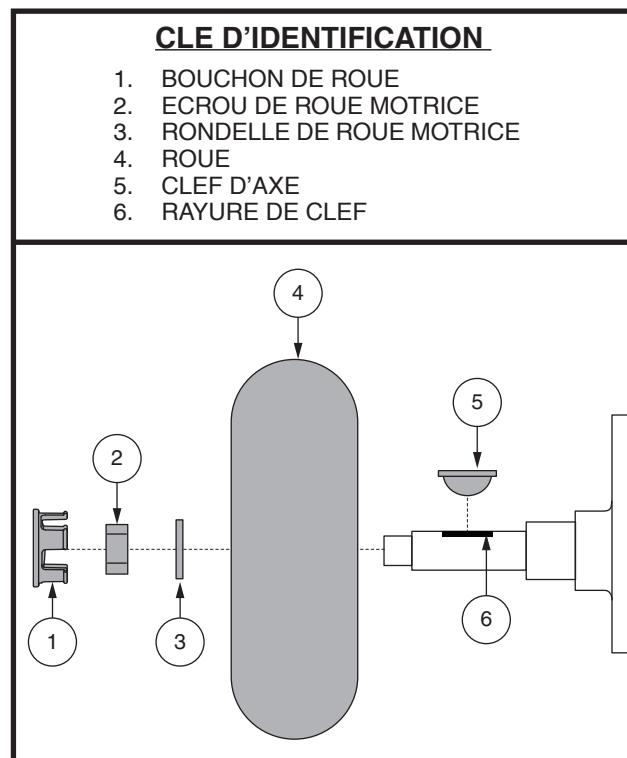

Figure 23. Enlèvement de la roue motrice
3. Enlever le bouchon de roue, l'écrou et la rondelle de roue motrice sur l'essieu. **Voir la figure 23.**
4. Retirer les écrous de la roue motrice de le moyeu. **Voir la figure 23.**
9. Glisser la nouvelle roue en place. Assurez-vous que la clef est bien ancrée dans la rayure de clef. **Voir la figure 23.**